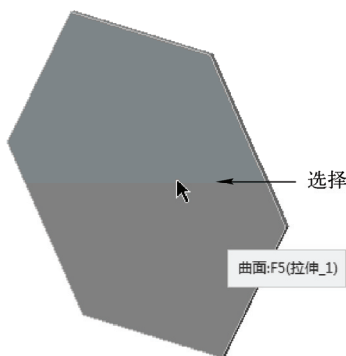

图 7-61 选择草绘平面
STEP 04 弹出“草绘”对话框，在模型表面上单击鼠标左键选择草绘平面，如图 7-61 所示。